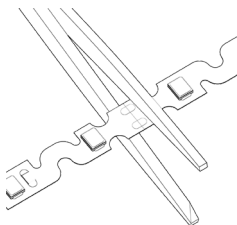

Рисунок 2.
- Определите необходимую длину ленты. Ленту рекомендуется разрезать¹ ножницами между контактными площадками для пайки. Места для резки промаркированы (см. Рисунок 2). Не допускается резка ленты в других местах.